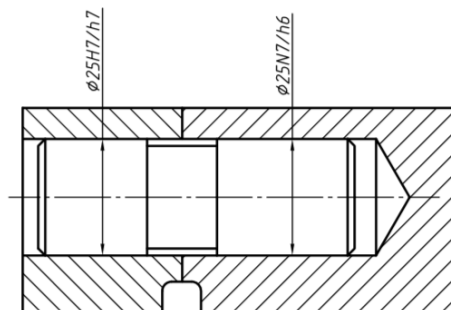

图 6-6 例 1
**例 6-1** 某组件中零件间的配合尺寸如图 6-6 所示, 填空
- (1) 尺寸  $\phi 25 H7/h7$  是基\_\_\_\_\_制\_\_\_\_\_配合。
- (2) 试说明  $\phi 25 N7/h6$  的含义: